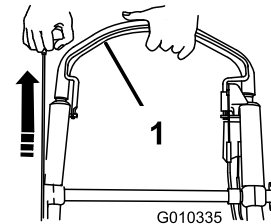

Figure 14
2. Maintenez la barre de commande de la lame contre le guidon et tirez sur la poignée du lanceur (Figure 14).